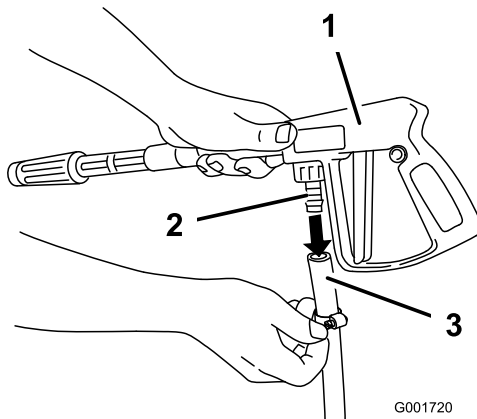

Bild 57
- Schließen Sie das freie Ende des langen Schlauches an die Armatur an der Spritzpistole an (Bild 57).